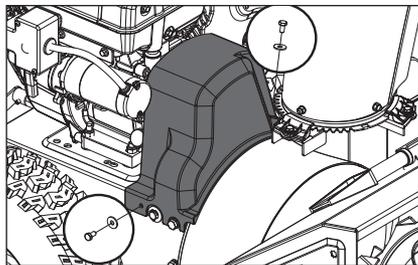

Figure 59
1. Déposez le couvercle de courroie en plastique à l'avant du moteur en retirant deux boulons et rondelles plates M6 x 12. (Fig. 59)